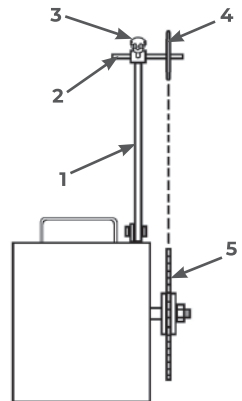

РИС. 9
1. Опустите рычаг (1) с роликом указателя линии реза (Рис. 9).
2. Ослабьте барашковый болт (3), фиксирующий ось (2) ролика.
3. Перемещайте ось (2) до тех пор, пока боковая плоскость направляющего ролика (4) и режущий диск (5) не окажутся в одной вертикальной плоскости (Рис.9).
4. Затяните барашковый болт (3) для надёжной фиксации положения.